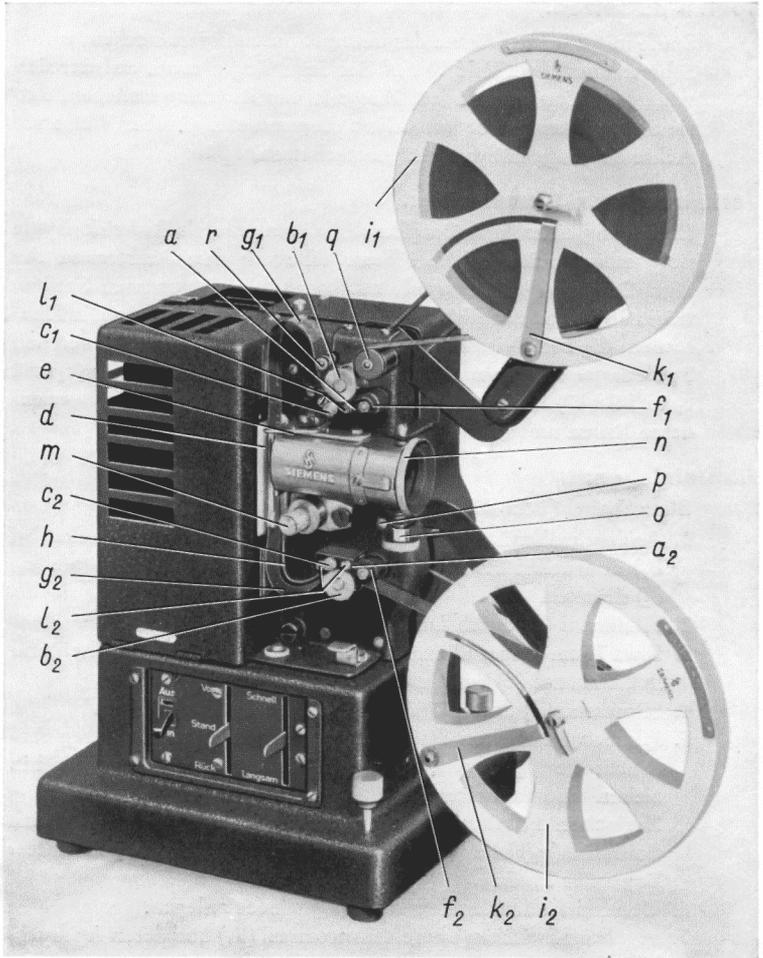
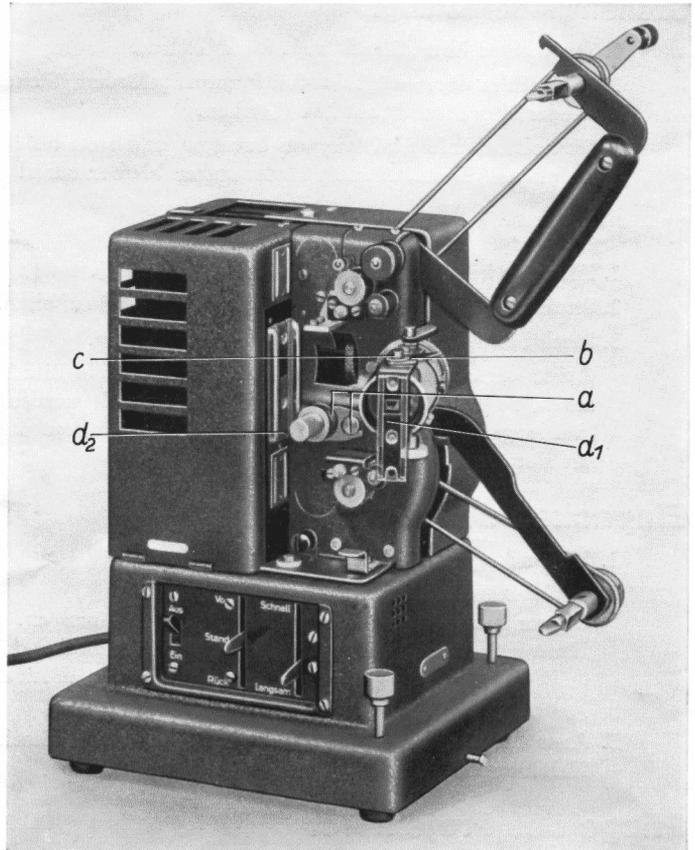

Bild 6. Projektor mit eingelegtem Film.
Bild 9. Projektor mit abgeschwenktem Objektivträger.
1. Andruckrollenhalter (a , a_2 in Bild 6) von Zahntrommeln (b_1 , b_2) abdrücken bis zum Einrasten, dabei auf Auslöseknöpfe (c_1 , c_2) drücken.
Fein: Drehen des Rändelrings (n in Bild 6).
Die zwischen zwei aufeinanderfolgenden Filmbildern liegende Trennungslinie, der Bildstrich, durch Drehen an der Bildstricheinstellschraube (o in Bild 6) aus der Bildfläche herausbringen.
2. Bildstrich einstellen, durch Drehen am Greiferknopf (m in Bild 6).
Unterer Spulenträger: Auf Auslöseknopf (p in Bild 6) drücken, Spulenträger dabei halten, damit er nicht auf das Gehäuse prallt.
Filmkanal durch Umlegen des Hebels (e in Bild 6 und b in Bild 9) öffnen und den Objektivträger niederdrücken, bis Stift (c in Bild 9) von der Bohrung am Projektor frei ist und Objektiv ausschwenken.
Nach etwa 8 Betriebsstunden durch rote Marken gekennzeichnete 13 Ölstellen (a in Bild 9, 10 und 11) mit Autowinteröl ölen.